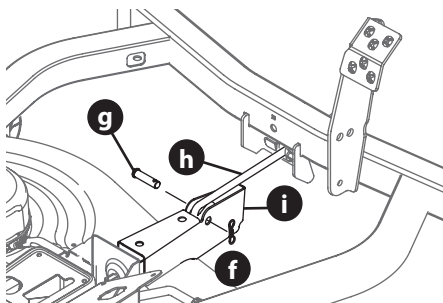

Figura 40
4. Extraiga el tercer pasador con unión curva (f) del pasador de horquilla (g) que sujeta la varilla de control de la plataforma delantera (h) al soporte delantero de elevación de la plataforma (i) (Figura 40). Extraiga los pasadores de horquilla (g).